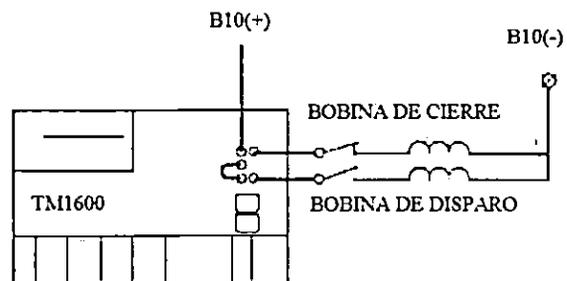

Figura 2.13 Conexión del TM1600
- Se realizaron las conexiones para el TM 1600 como se muestra en la figura 2.13. (Para la bobina de cierre (611), para la bobina de disparo(630), la alimentación entre las terminales B10(+)(600) y B10(-) (606) es 125 VDC, estas conexiones se realizarán en el gabinete de control del interruptor, su ubicación depende de cada modelo del interruptor.